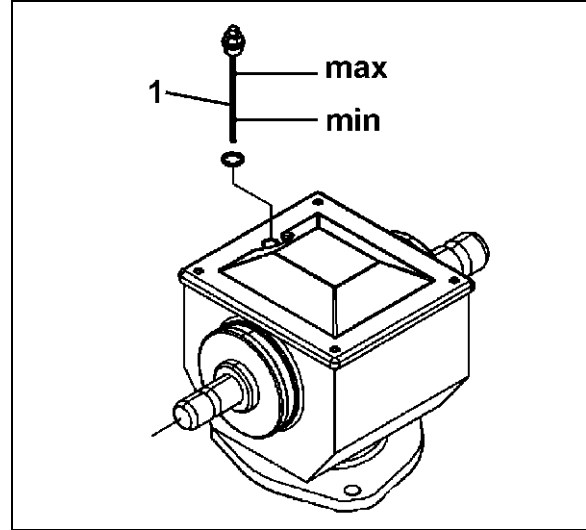

Fig. 56
Yağ ölçme çubuğundaki yağ tabakası (Fig. 56/1) "max." işaretinin altında görülebilir olmalıdır.
- Şanzıman, hava tahliyesi olan bir yağ ölçme çubuğuna (Fig. 56/1) sahiptir. Hava tahliyesi daima sağlanmalıdır, aksi takdirde şanzıman sızdırabilir!